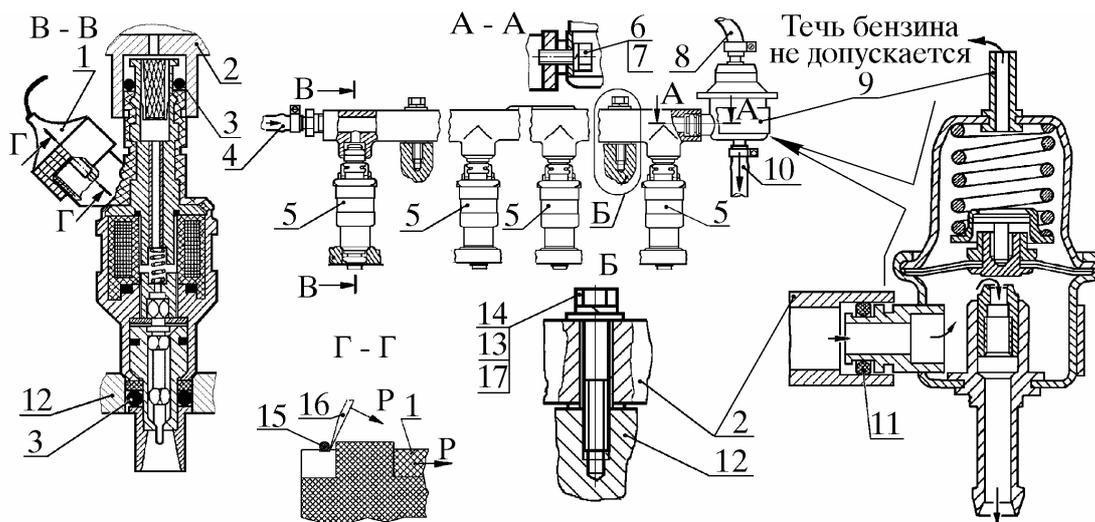

Рис. 36. Снятие топливопровода, форсунок и регулятора давления:
При работающем двигателе отсоединить шланг 8 (рис. 36) от штуцера регулятора давления 9.
21.6. Установить регулятор давления 9 (рис. 36а), топливопровод 2 и форсунки 5 на двигатель в последовательности, обратной снятию, выполнив при этом следующие технические требования:
Рис. 36а. Установка топливопровода, форсунок и регулятора давления: